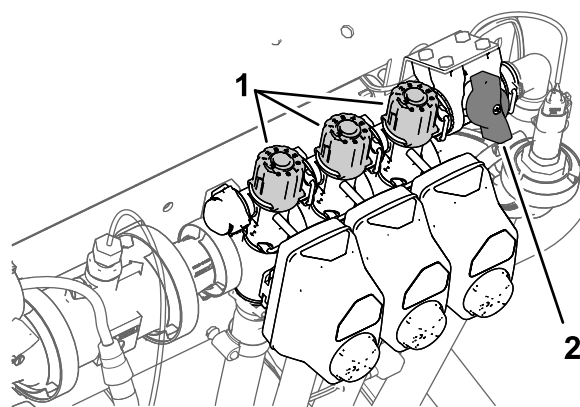

Рисунок 30
2. Выключите переключатель левой секции и отрегулируйте ручку перепуска левой секции (**Рисунок 30**) так, чтобы установить отображенную на дисплее норму внесения на прежний уровень в соответствии с таблицей.
4. Отрегулируйте ручку перепуска правой секции (**Рисунок 30**) так, чтобы установить отображенную на дисплее норму внесения на прежний уровень в соответствии с таблицей.
6. Отрегулируйте ручку перепуска средней секции (**Рисунок 30**) так, чтобы установить отображенную на дисплее норму внесения на прежний уровень в соответствии с таблицей.